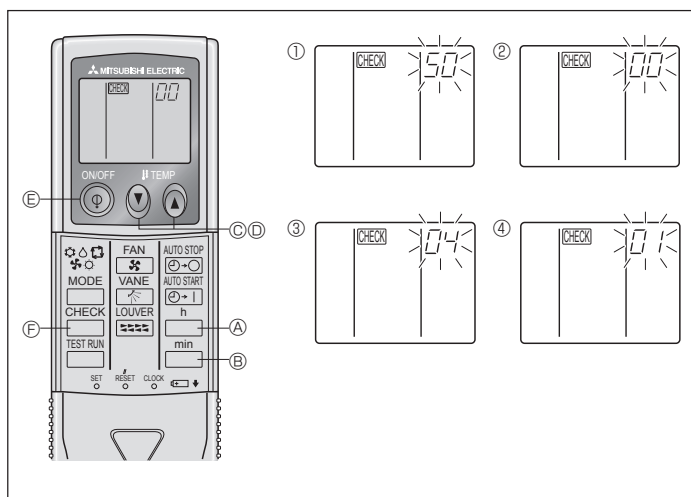

Fig. 6-10
- ⑧ Premere il pulsante MODE (E); il modo e il numero del parametro (I) e (II) cambieranno restando costantemente accesi. Si può confermare il contenuto dell'impostazione.
- ⑨ Premere contemporaneamente i tasti (A) FILTER e (B) TEST RUN per almeno due secondi. La schermata di selezione funzioni scompare temporaneamente e appare l'indicazione di condizionatore d'aria spento.
2) Per il regolatore a distanza senza fili (Fig. 6-10)
- ① Attivare la modalità selezione funzioni. Premere due volte continuamente il pulsante CHECK (F). (Iniziare questa operazione dallo stato del display del comando a distanza in posizione di arresto.) [CHECK] si accende e "00" lampeggia. Premere una volta il pulsante temp (C) per impostare "50". Dirigere il regolatore a distanza verso il ricevitore della sezione interna e premere il tasto (A).
② Impostazione del numero dell'unità. Premere il pulsante temp (C) e (A) per impostare il numero dell'unità "00". Dirigere il regolatore a distanza verso il ricevitore della sezione interna e premere il tasto (B).
③ Selezione di una modalità. Digitare 04 per modificare l'impostazione di tensione utilizzando i tasti della temperatura (C) e (D). Rivolgere il comando a distanza senza fili verso il ricevitore dell'unità interna, quindi premere il tasto (A).